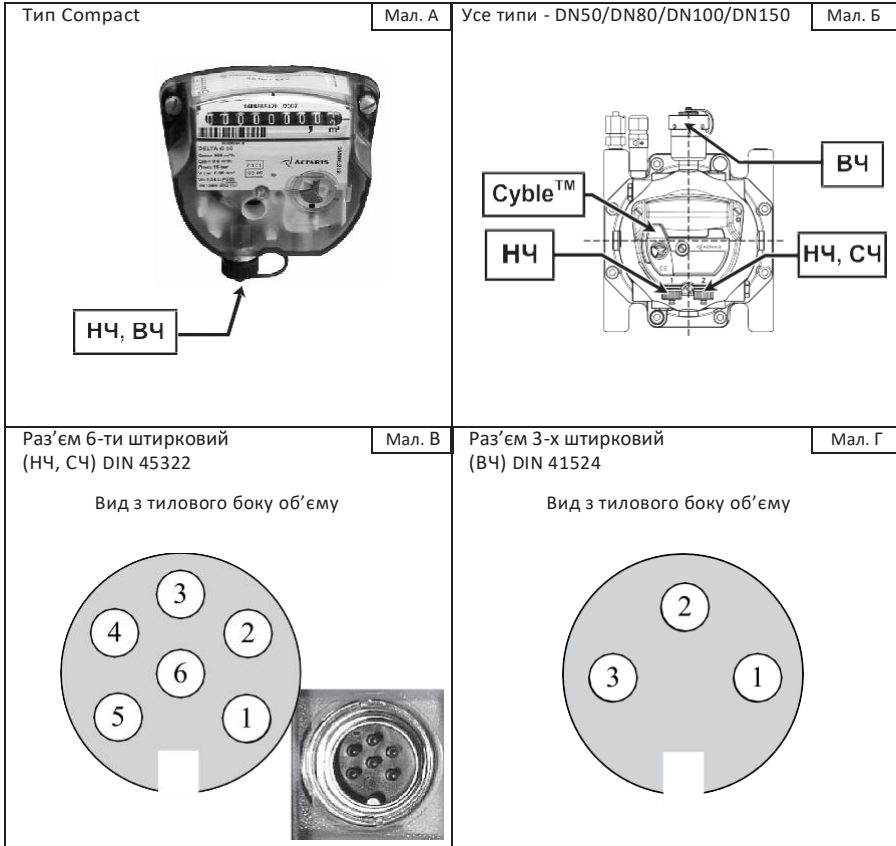

Рисунок 14. Розташування датчиків і вид роз'ємів
4.5 Лічильники Delta™ S-Flow™ (тип S1F, S1F/C та S3F) відрізняються від лічильників Delta™ інших типів тим, що їхні ротори виконані за технологією S-Flow™: складна аеродинамічна форма роторів, ротори, що складаються з 3-х секцій і скручені під кутом 60° (див. рис. 14). Застосування технології S-Flow™ дозволило позбутися явища резонансу, значно поліпшити метрологічні характеристики, а також знизити рівень шуму.
4.6.5 Для підключення датчиків імпульсів ВЧ використовується окреме 3-штирковий роз'єм для всіх видів лічильників, крім Comrast (див. рис. 14 Г). У лічильниках типу Comrast у разі встановлення датчика імпульсів ВЧ його контакти виводяться на спільний 6-штирковий роз'єм. При цьому необхідно відключити датчик НД.